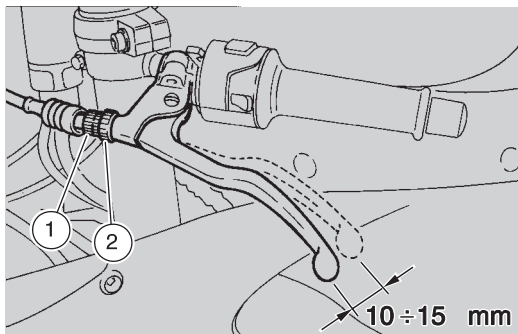

Abb. 18
Kleine Einstellungen mittels der Einstellschraube (1 - Abb. 18) ausführen:
- die Kontermutter lösen (2 - Abb.18);
- die Einstellschraube (1 - Abb. 18) solange drehen, bis das Kupplungshandhebelspiel ungefähr **10 ÷ 15 mm** beträgt (siehe Abb.18). Die Kontermutter (2 - Abb. 18) festziehen und die Einstellung prüfen.